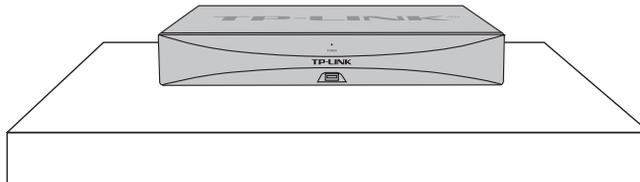

图2-1 桌面式安装
- 请保持产品按图2-1所示的方向使用,以避免潜在的安全隐患。